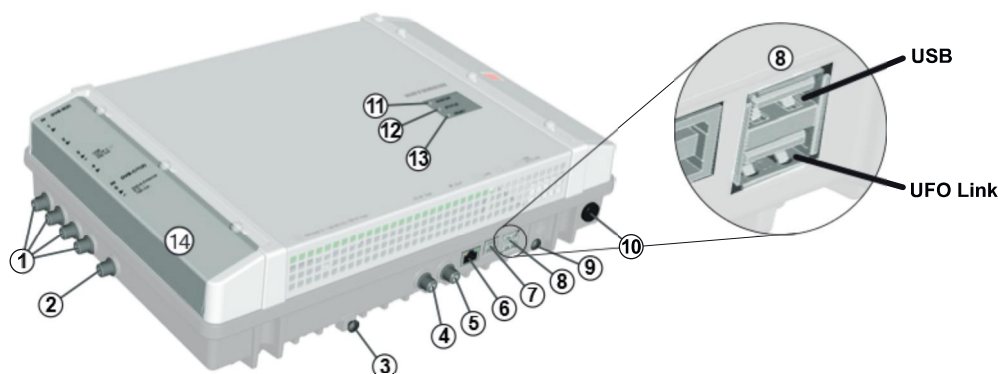

Abb. 1: Geräteelemente
- Gehäuse nicht öffnen und Gerät nicht verändern. Andernfalls erlöschen die Garantie und die Gewährleistung. Ausnahme: Abdeckung der CI-Schächte (Ⓜ in Abb. 1, S. 3)
- Schließen Sie eine Potenzialausgleichsleitung (Cu, $\geq 4 \text{ mm}^2$) an der Erdungsschraube an; siehe ⑨ in Abb. 1, S. 3.